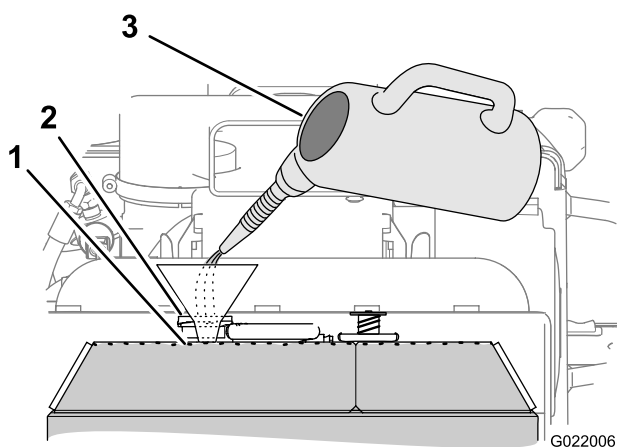

Figura 85
3. Adicione a mistura especificada de líquido de arrefecimento no radiador até o nível beirar o topo do tubo de enchimento (Figura 85).